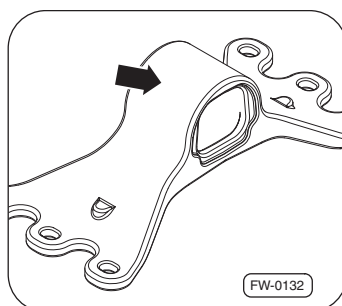

Fig. 41 · Nettoyer le sabot d'appui
4. Nettoyer le sabot d'appui ⇒ Fig. 41 à sec – flèche 1 – (sans produits de nettoyage).